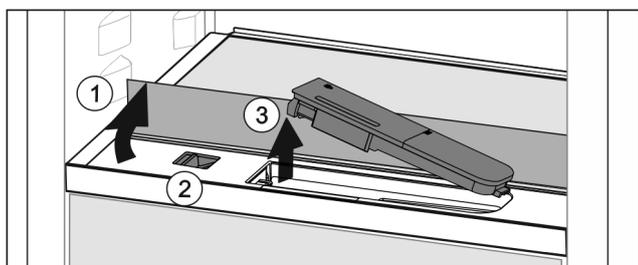

Fig. 133
- ▶ 抬起玻璃隔板, 将其向后翻转至止挡 Fig. 133 (1)。
- ▶ 向左推滑块 Fig. 133 (2)。
- ▶ 取出水箱 Fig. 133 (3)。